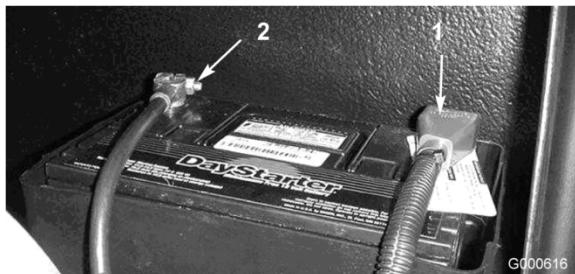

Figura 39
- Collegate il cavo positivo (rosso) al terminale positivo (+) e il cavo negativo (nero) al terminale negativo (–) della batteria (Figura 39). Fissate i cavi ai poli con viti a testa cilindrica e dadi. Verificate che il terminale positivo (+) sia completamente sul polo, e che il cavo sia posizionato in modo aderente alla batteria. Il cavo non deve toccare il coperchio della batteria. Fate scorrere la guaina di gomma sul morsetto positivo per evitare un cortocircuito.